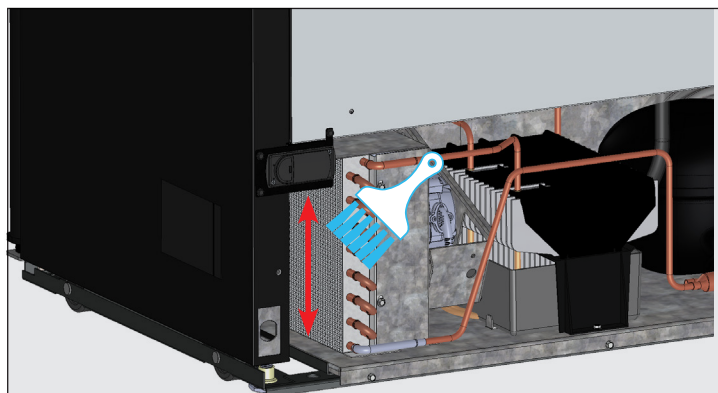

Рис. 2. Запрещено проводить щеткой поперек ребер змеевика.
3. При помощи щетки с жесткой щетиной осторожно удалите скопившуюся грязь с передних ребер змеевика конденсатора. См. рис. 2.